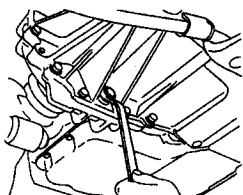

Рис. 7.4 Снятие заглушки сливного отверстия автоматической коробки передач (См. Раздел 3)
8. Выкрутите заглушку сливного отверстия и слейте трансмиссионную жидкость (См. Рис. 7.4).